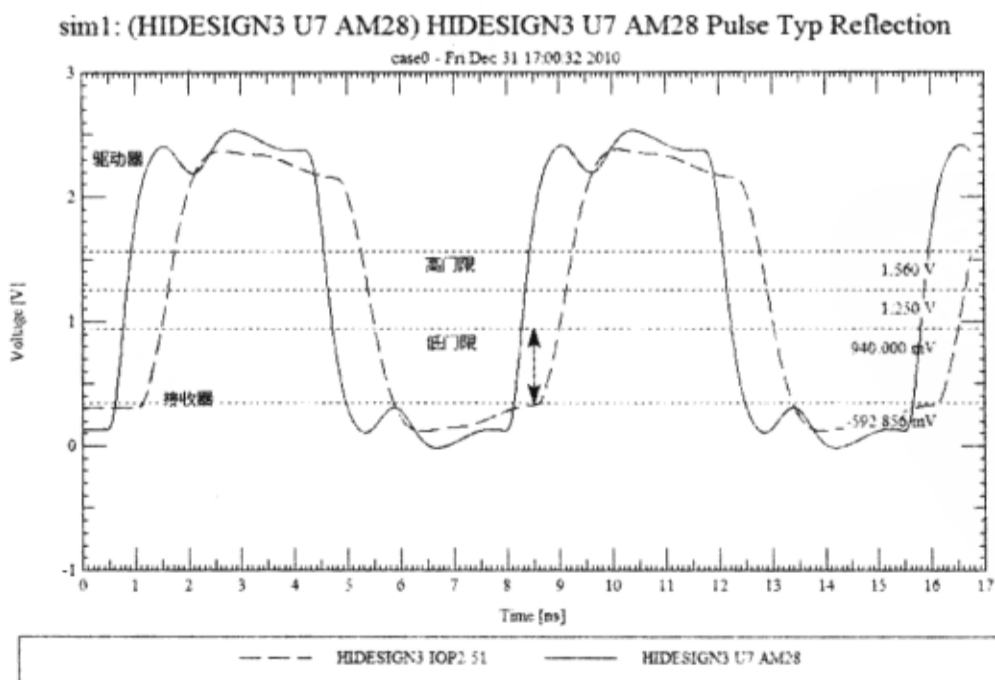

图 3-8-59 测量 NoiseMarginLow
② “Y Secondary”栏输入“940mV”→单击“OK”按钮，关闭“Edit Location”对话框。报告中的 NoiseMarginLow 是逻辑低门限值减去下降波形超过逻辑低门限的最高振铃点值。
③ 单击并按住鼠标左键，使“Differential Horizontal Marker”向下滑动到接收器上升波形的最高振铃点（标志值可能是一个负数，这是因为标志的第 1 部分比第 2 部分更小。只需考虑标志间的绝对值），如图 3-8-59 所示。